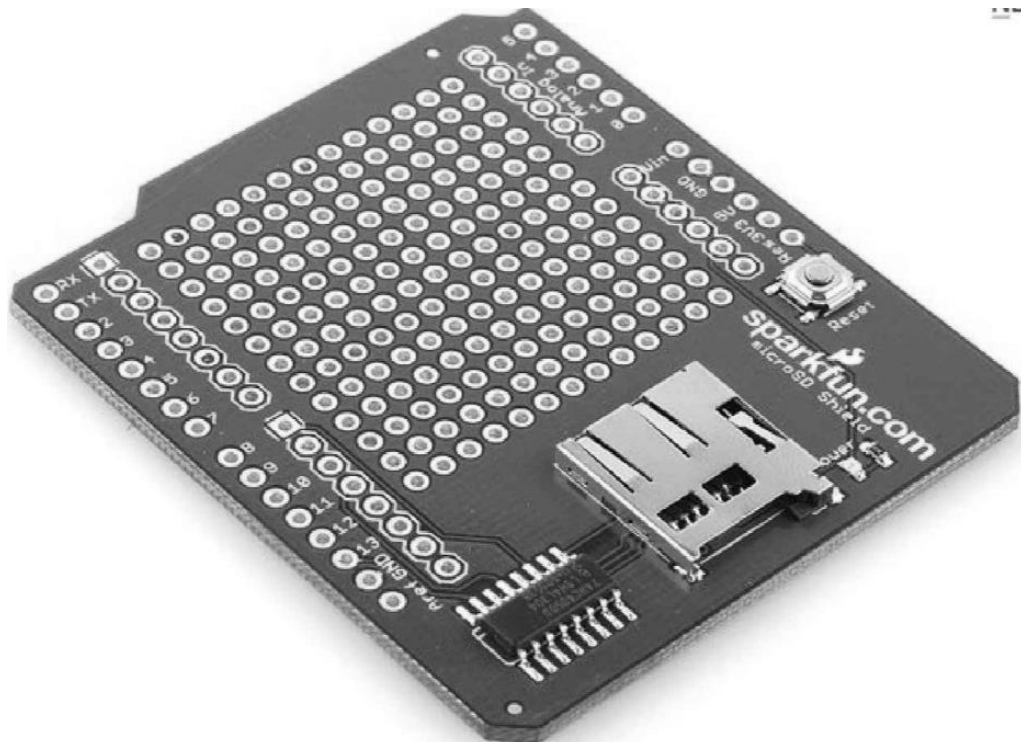

Рис. 1.6 MicroSD Shield
- ✓ **MicroSD Shield** – забезпечує запис даних на карти MicroSD (Рис. 1.6);